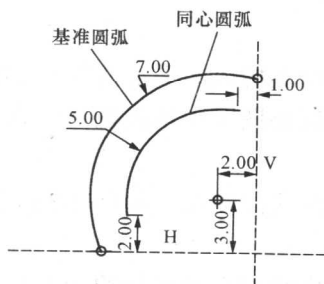

图 1-26 绘制同心圆弧
(1) 单击  按钮，然后选择一个圆或圆弧以确定圆心。
(2) 移动鼠标调整半径，在两个合适的位置处单击以确定圆弧的两个端点，如图 1-26 所示。